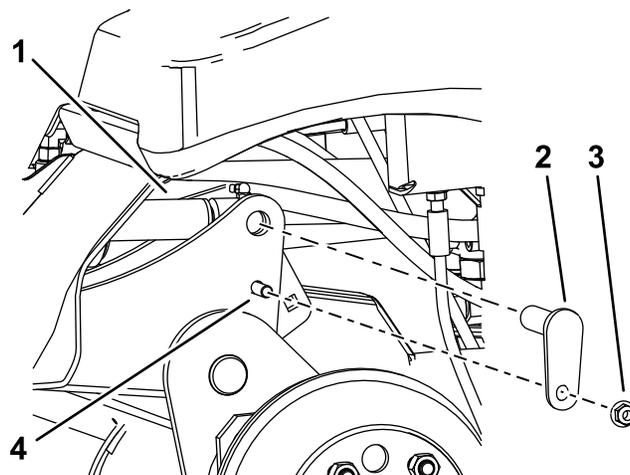

Figura 9
- C. Utilizzate un cacciaspine per allineare i fori dell'asta del cilindro con i fori del braccio di sollevamento (Figura 9).
- D. Utilizzate 2 bulloni ($\frac{3}{8}$ " x $1\frac{1}{4}$ "), 2 dadi ($\frac{3}{8}$ " e 2 perni piccoli per fissare i bracci di sollevamento ai cilindri (Figura 9).